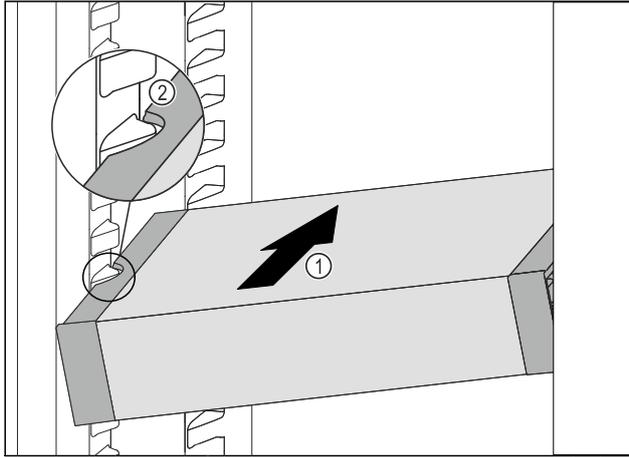

Fig. 89
- ▶ Introduzca el VarioSafe en posición oblicua en el compartimiento del frigorífico Fig. 89 (1) hasta que los huecos laterales Fig. 89 (2) del VarioSafe se encuentren a la altura de la nervadura del recipiente en el compartimiento frigorífico.